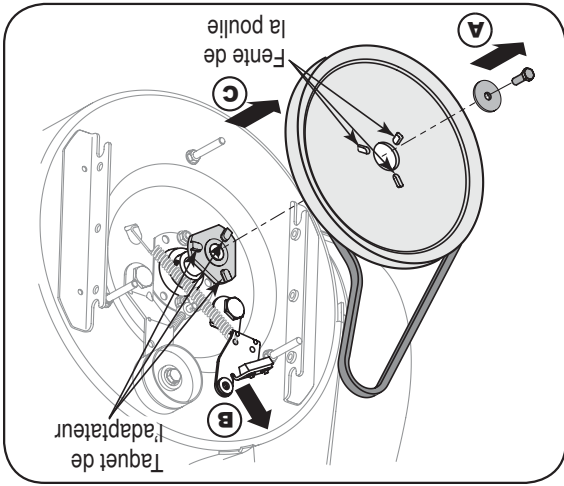

Figure 6-10
9. Bloquez la turbine avec une cale en bois pour empêcher de tourner et utilisez une clé de 1/2 po pour enlever la vis à tête hex. et la rondelle du milieu de la poulie sur l'habillage de la tarière. Voir la Figure 6-10.
10. Dégagez le support du frein de la gorge de la poulie et libérez la poulie des taquets de l'adaptateur de la poulie de la tarière pour enlever la courroie usagée. Voir la Figure 6-10.
12. Tournez la poulie selon le besoin pour aligner les trois fentes avec les taquets de l'adaptateur de la poulie, puis éloignez le support du frein de l'arbre d'admission. Poussez la poulie de la tarière à fond sur l'adaptateur tout en alignant les fentes de la poulie et les taquets de l'adaptateur. Voir la Figure 6-10.
REMARQUE : Si l'adaptateur de la poulie a été démonté en même temps que la poulie, alignez les cannelures de l'adaptateur de la poulie et l'arbre d'admission de la tarière et poussez la poulie et l'adaptateur sur l'arbre d'admission. Voir la Figure 6-10.